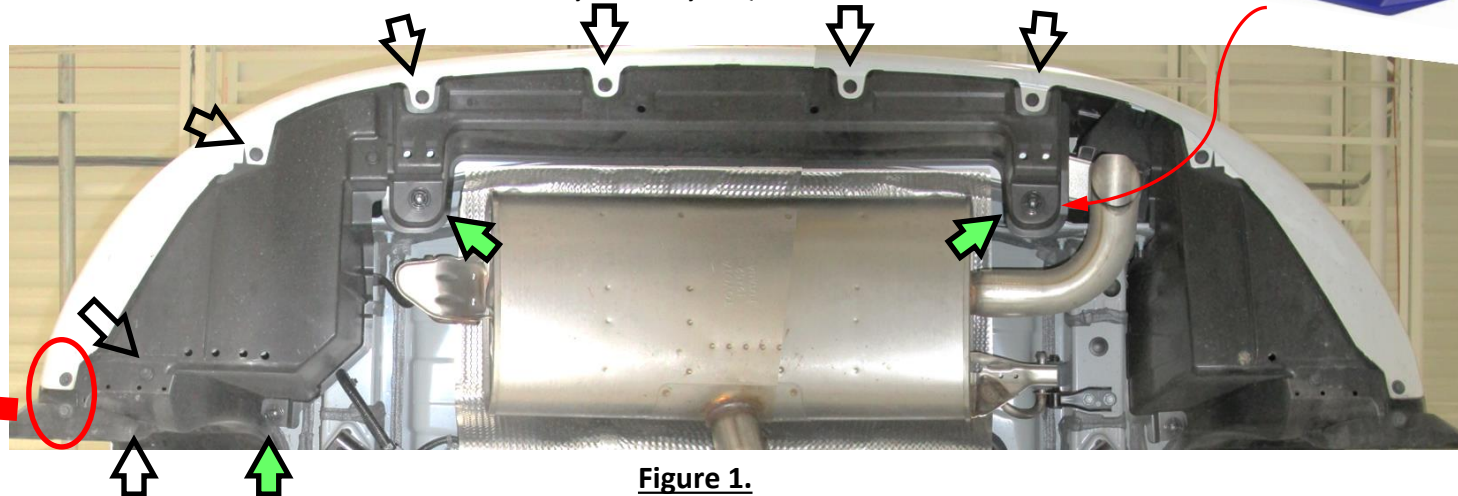

Figure 1.
- Déposer les panneaux de soubassement:** À l'aide d'un tournevis cruciforme, retirez les deux (2) vis situées au bas du pare-chocs près du passage de roue, côté conducteur uniquement. À l'aide d'un tournevis plat, retirez toutes les fixations à goupille poussoir qui maintiennent le panneau latéral du conducteur et le panneau central. À l'aide d'un outil à bout plat pour panneaux de garniture en plastique, tirez les panneaux vers le bas tout en dévissant les fixations en plastique. Mettez les fixations et les panneaux de côté. **Voir la figure 1. REMARQUE:** Remettre le panneau central et les (4) fixations à goupille au propriétaire du véhicule.